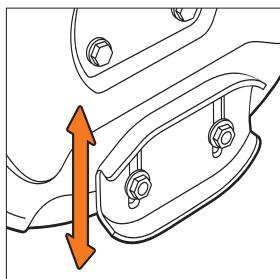

Рис. 17
- Затяните гайки с моментом 25 Н*м. Лыжи имеют две рабочие поверхности, когда одна из сторон изнашивается переверните на её 180° (Рис. 17).